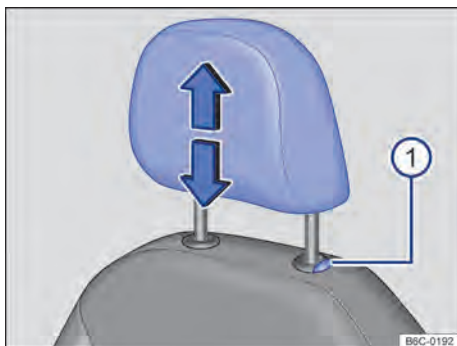
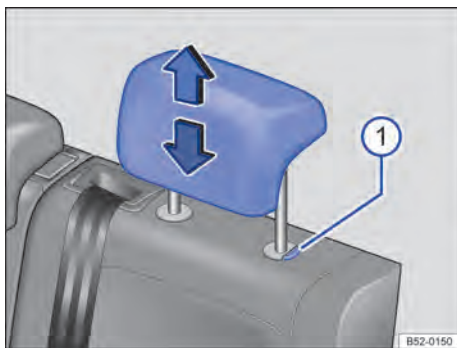

Fig. 65 Apoyacabezas delantero: ajustar.
Fig. 66 Apoyacabezas trasero: ajustar.
- Deslocar el apoyacabezas hacia arriba o hacia abajo en la dirección de la flecha con la tecla → fig. 65 ① o → fig. 66 ① presionado en *Introducción al tema*.